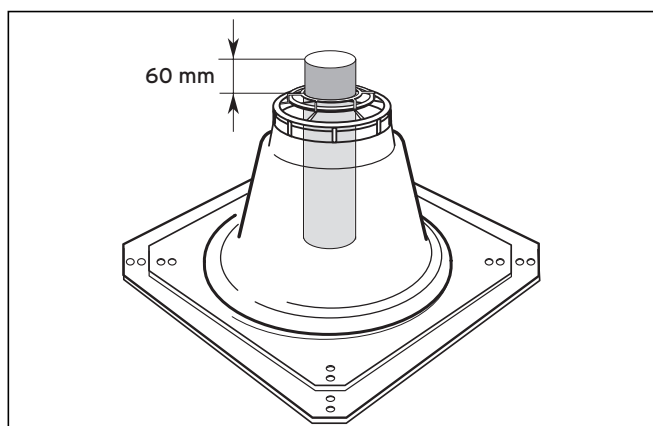

Рис. 5.16 Длина верхней трубы дымохода
- Контроль: Над основанием насадки шахты должно выступать 60 мм (см. рис. 5.16).
- Зажмите колпак насадки шахты (1) над верхним концом жесткой трубы дымохода и плотно прижмите его.